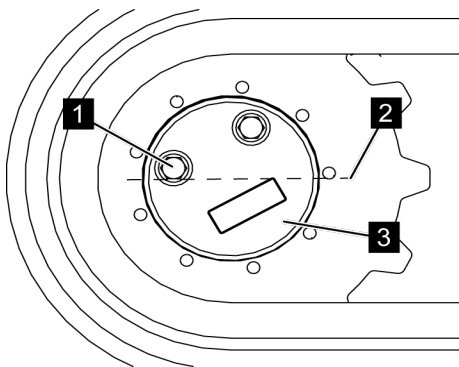

Fig. 159: Aligner la plateforme élévatrice
2. ➤ Aligner la machine de manière à ce que le bord inférieur du raccord vissé (Voir la Fig. 159/1) soit sur l'axe central (Voir la Fig. 159/2) de l'engrenage (Voir la Fig. 159/3).